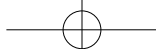

图3-29
- 03 退回上一步的状态，按住Shift键在线段上单击，此时线段被隐藏，但是由线段构成的轮廓线还在，仍然显得有棱有角，如图3-29所示。